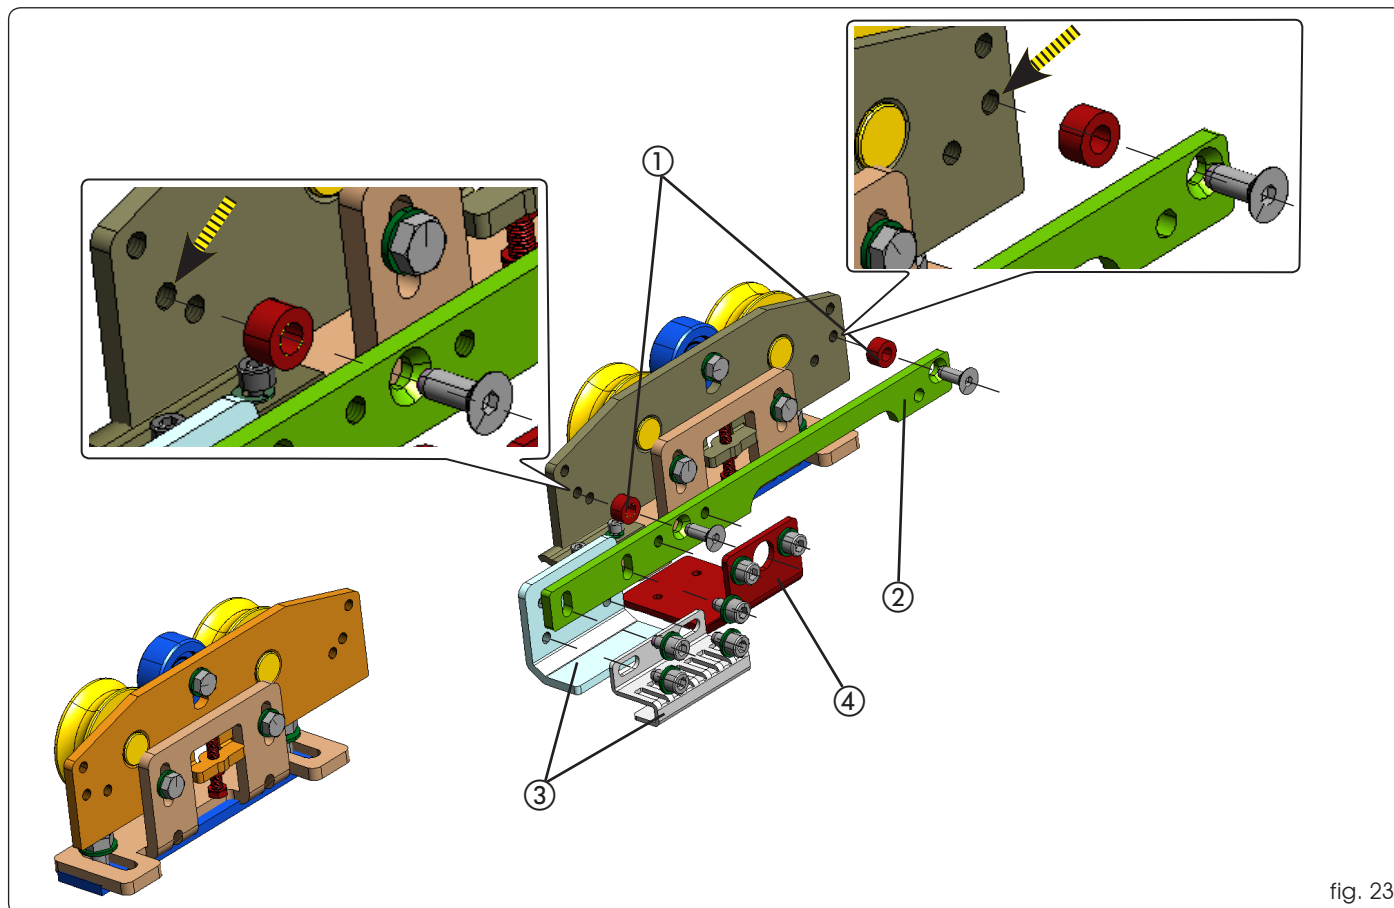

fig. 23
Assembleer de steunen en de beugel fig.23 ref. (1) (2)
Monteer de riembevestigingsgroep, fig.23 ref. (3).
Monteer de beugel voor de bevestiging van de staalkabel van de externe loopwagens, fig.23 Ref. (4).